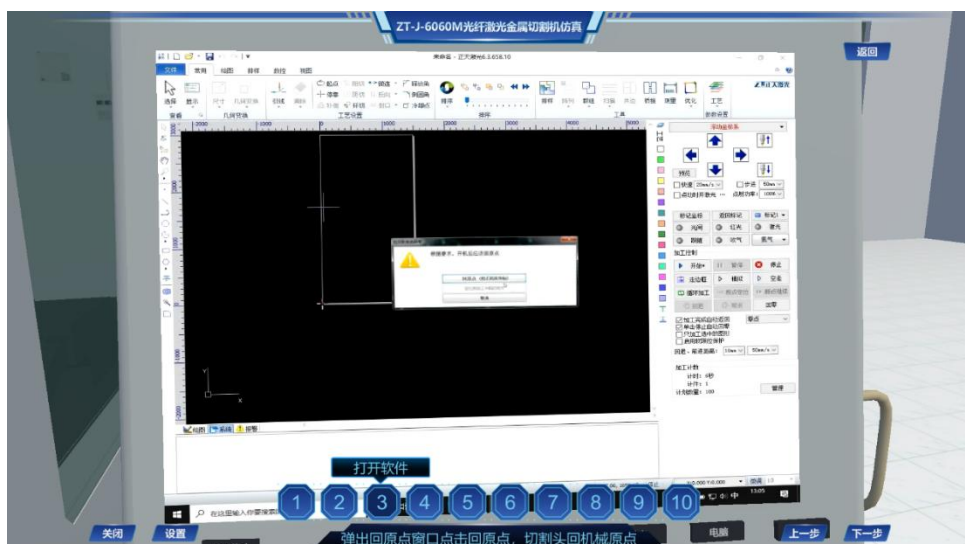

图 5 打开软件
(5) 第五步：打开软件阶段。按照提示点击屏幕中的软件图标，打开软件，按照提示点击回原点，切割头回机械原点，如图 5 所示。